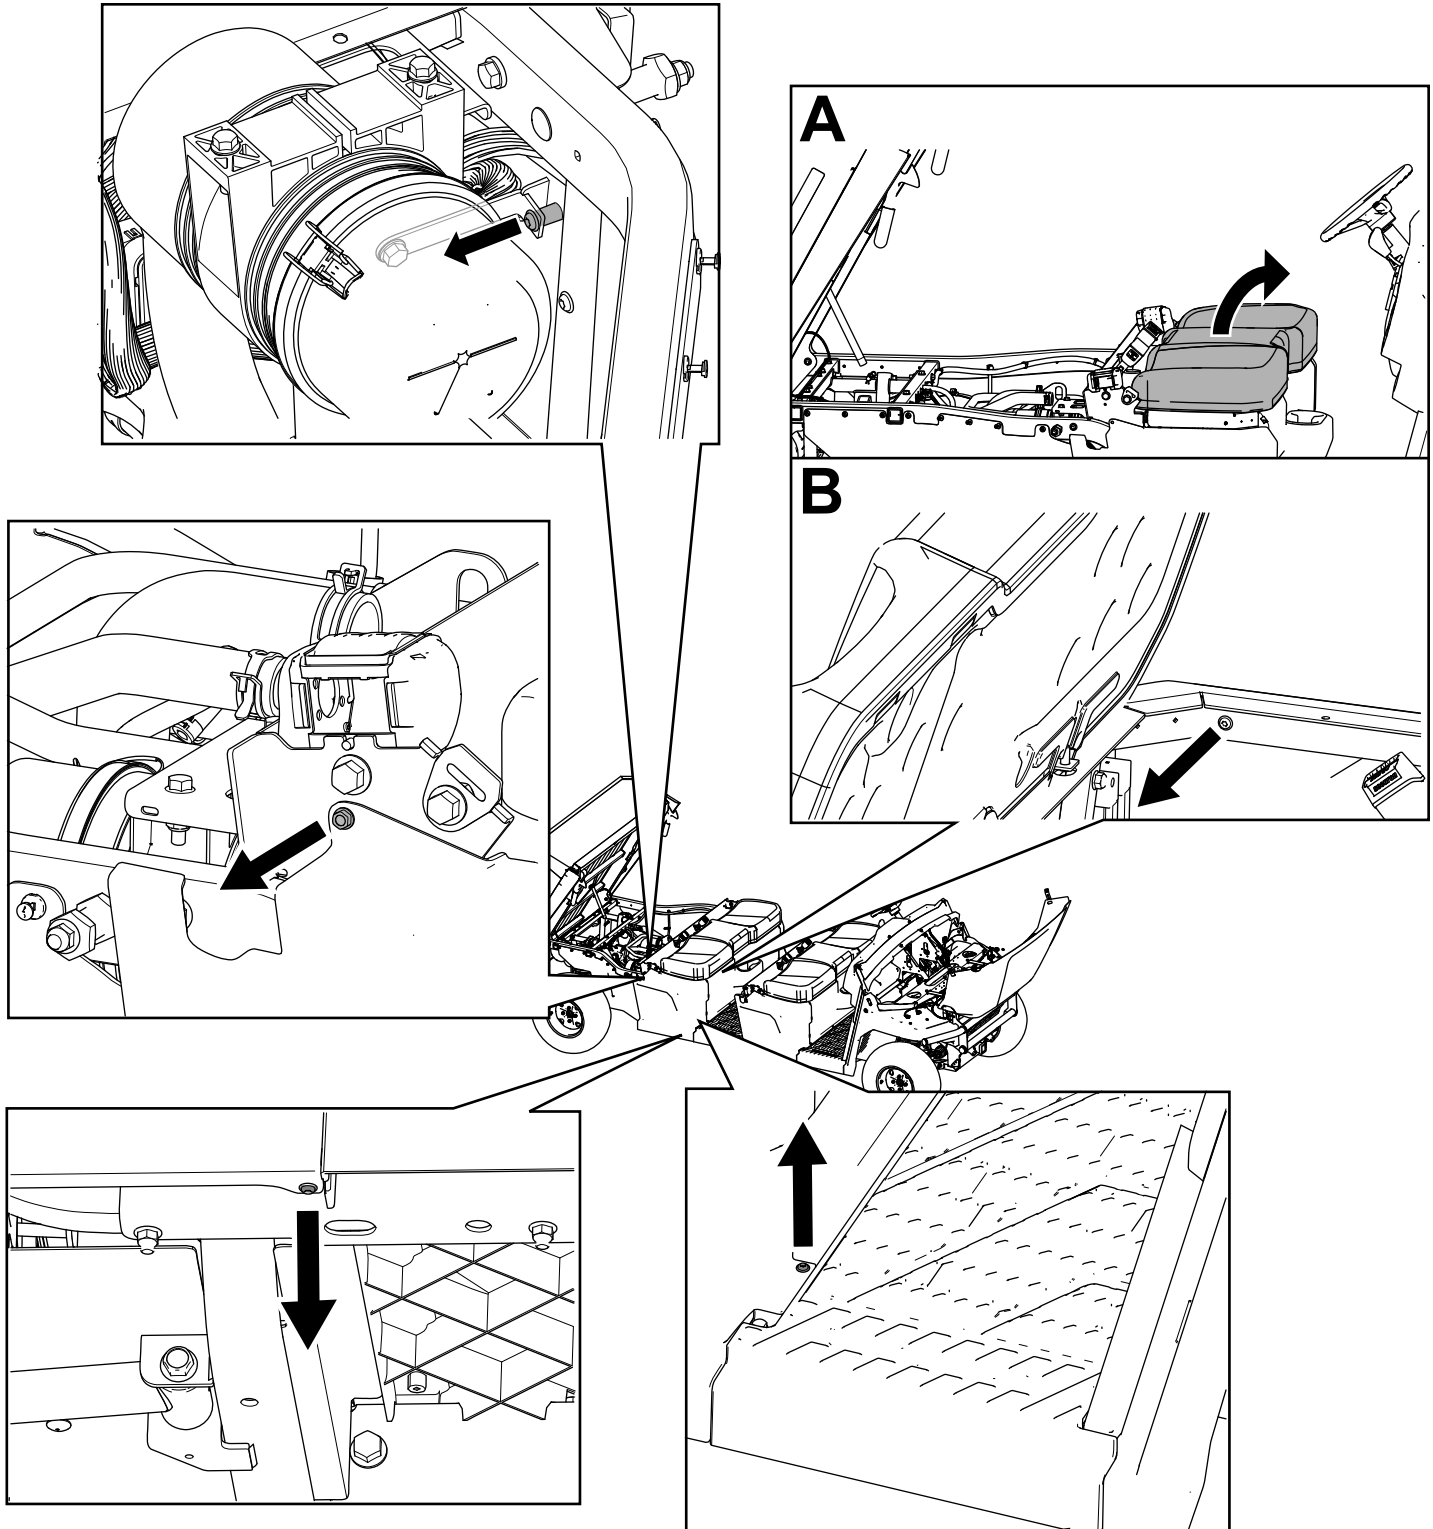

Bild 32
3. Entfernen Sie die Sechskant-Scheibenkopfschrauben ($\frac{1}{4}$ " x $\frac{3}{4}$ ") sowie die T30-Torx-Schrauben von den beiden rechten und linken Sitzunterteilplatten (Bild 32).